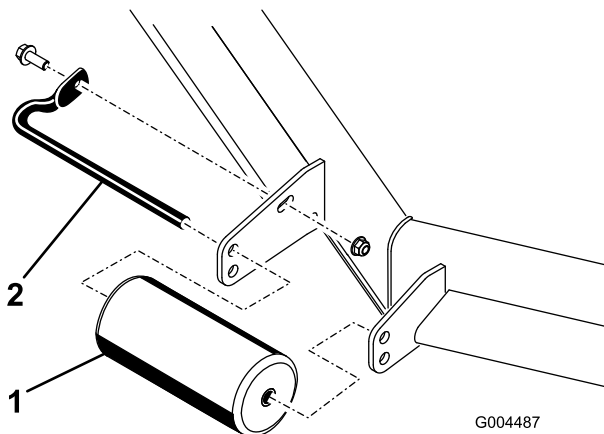

Figure 26
4. Retirez les fixations de chaque galet sur le tablier de coupe et montez ou abaissez les galets selon le cas; reportez-vous aux Figure 26 à Figure 30 selon ce qui convient à votre tondeuse.